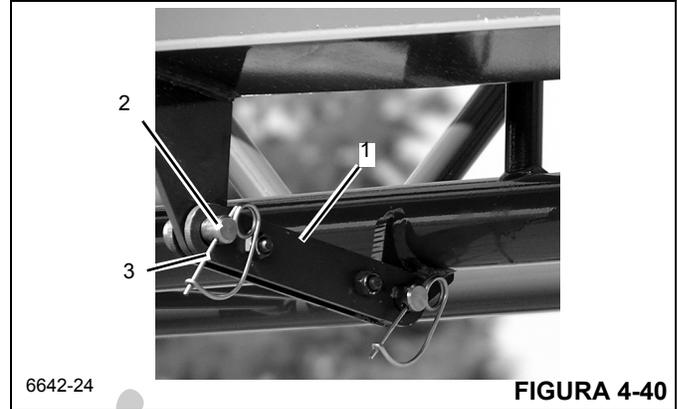

FIGURA 4-40
8. Conecte el eslabón de almacenamiento (1, Figura 4-40) a la sección de extremo usando el pasador (2) e instale la pinza de retención (3).